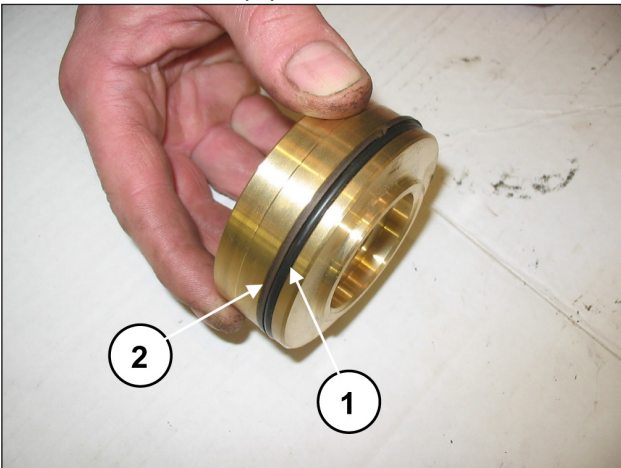

Fig. 131
Monter le joint torique, rep. vue éclatée 17 (rep. ①, Fig. 131) et la bague anti-extrusion, rep. vue éclatée 21 (rep. ②, Fig. 131) sur le bouchon de la soupape de refoulement.